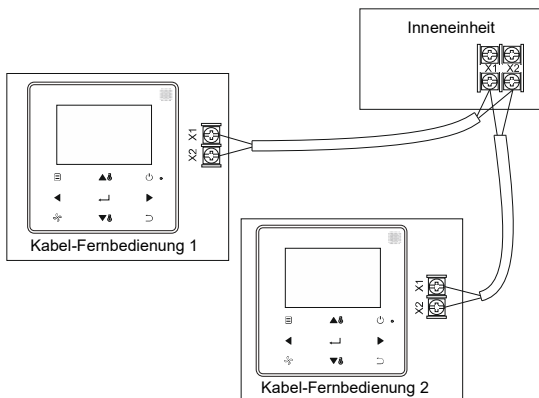

Abb. 9
4. Zur Steuerung einer DC-Inneneinheit der 2. Generation können zwei Kabel-Fernbedienungen (Haupt- und Neben-Controller) benutzt werden. Die Kabel-Fernbedienungen werden über die Klemmen X1 und X2 an die Klemmen X1 und X2 der Inneneinheit angeschlossen. Bei den Klemmen X1 und X2 muss nicht die Polarität beachtet werden. Siehe Abb. 9.